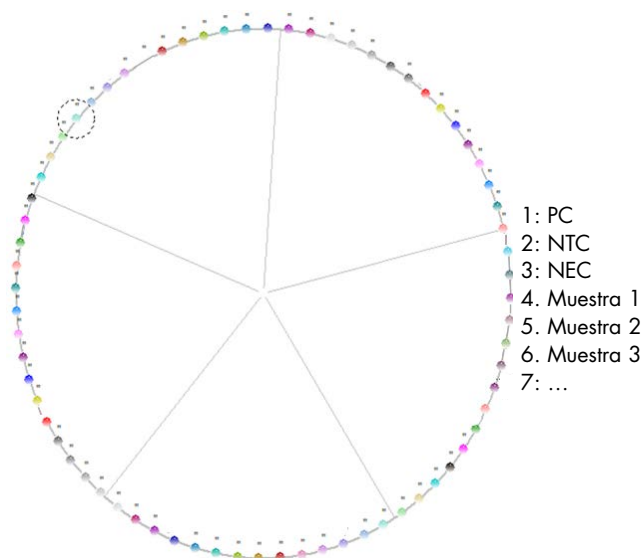

Figura 2. Ejemplo de la distribución de los tubos de la plataforma RGQ MDx 5plex HRM
10. Añada 15 µl de la mezcla de reacción preparada en el paso 5 a los tubos dedicados a las muestras y los controles (la figura 2 se proporciona como ejemplo). Mezcle los componentes pipeteando hacia arriba y hacia abajo 5 veces, luego cierre las tapas de los tubos de PCR, excepto el reservado como SARS-CoV-2-UM Positive Control.
13. Coloque los tubos en el termociclador en tiempo real (en la figura 2 se representa un ejemplo de la disposición del tubo) e inicie el programa de ciclado como se describe en la tabla 3.